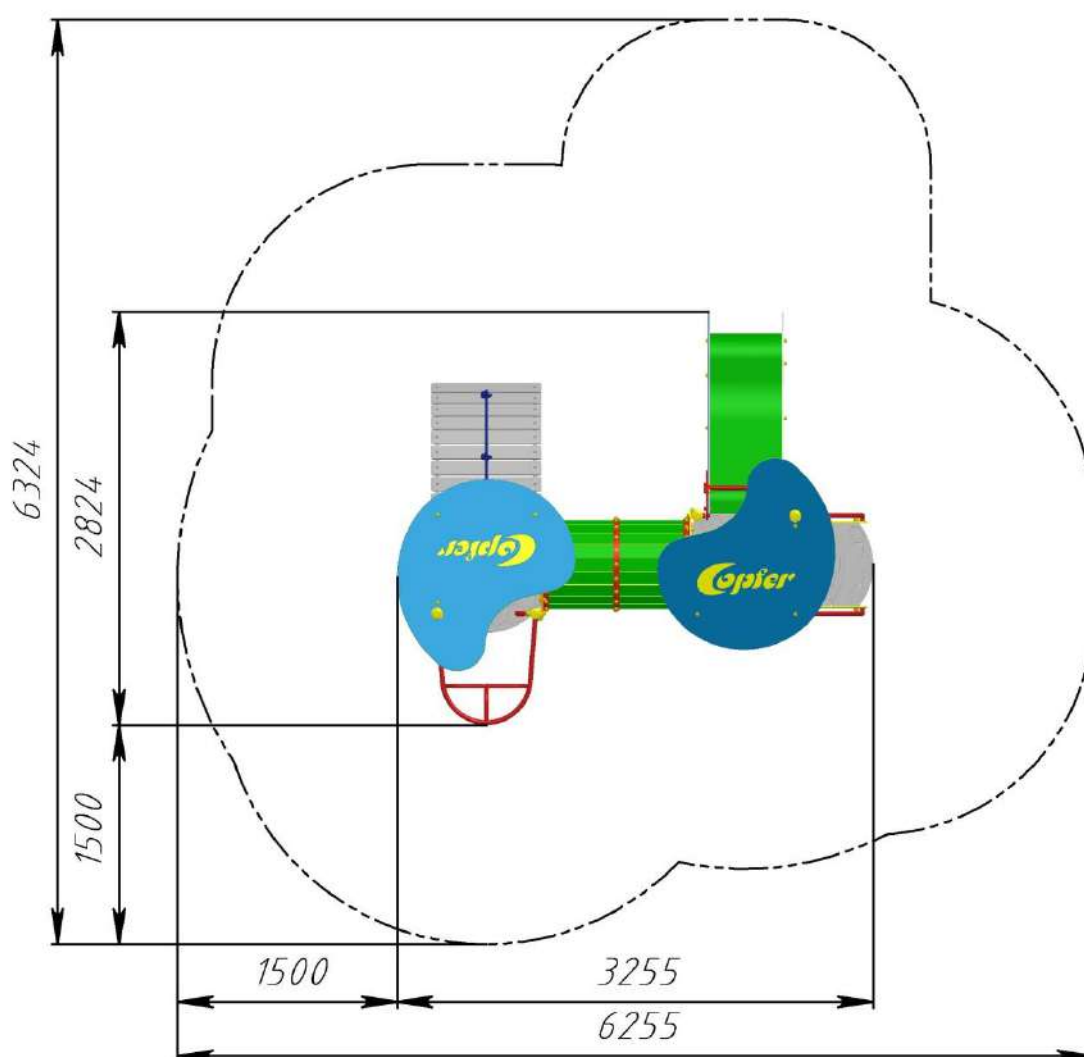

Рис.2 Безопасная зона приземления игрового комплекса РТР 16-05А
12.4. Монтаж игрового комплекса проводится на ровной площадке, свободной от насаждений. Размер площадки должен обеспечить безопасную зону приземления вокруг игрового комплекса в соответствии с рис. 2.